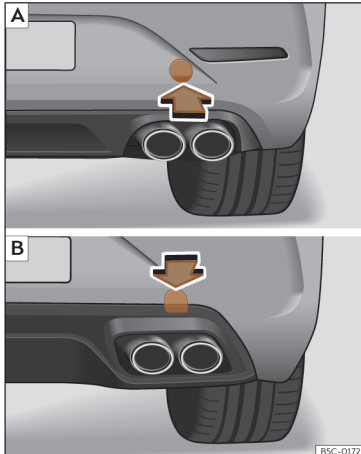

Fig. 49 Pe partea dreaptă a barei de protecție spate: demontați capacul. **A** Leon Sportstourer; **B** Leon.
Locul de instalare a inelului de tractare cu filet este în partea dreaptă a barei de protecție spate, în spatele unui capac»» **fig. 49**.
- *Leon Sportstourer*: Apăsați partea inferioară a capacului»» **fig. 49 A** pentru a-l desprinde. *Leon*: Apăsați partea superioară a capacului»» **fig. 49 B** pentru a-l desprinde.